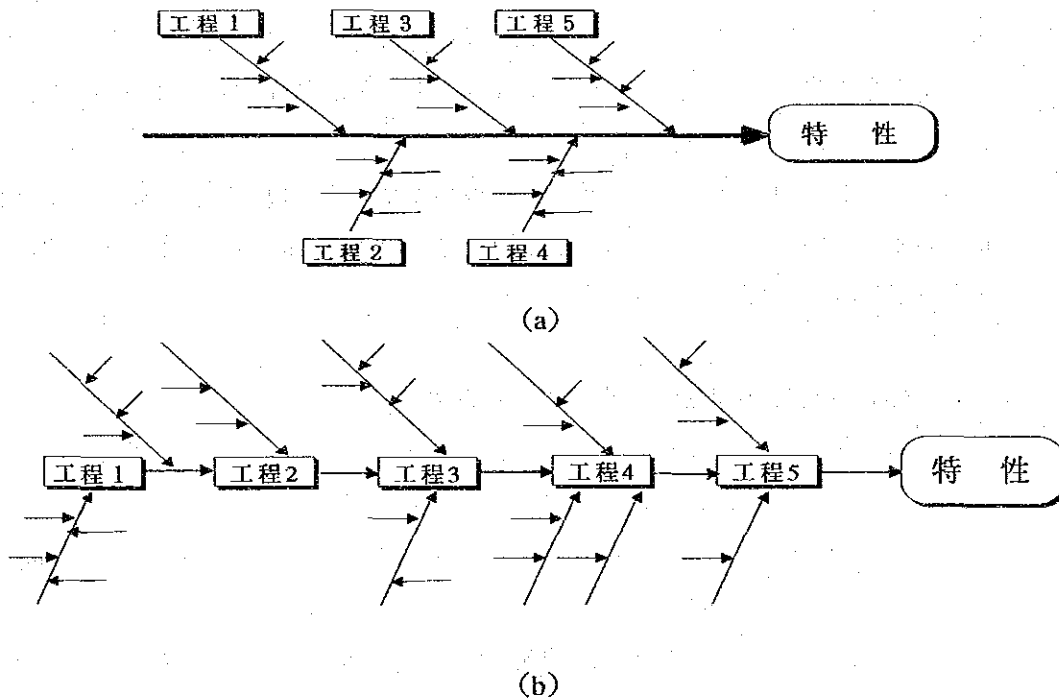

図3-9
- (a) 工程順による作り方 工程の順を追って書き出し、これを大骨として特性要因図を作ります。普通、図3-9の(a)と(b)の2つの書き方が使われていますが、他にもいろいろと工夫ができます。